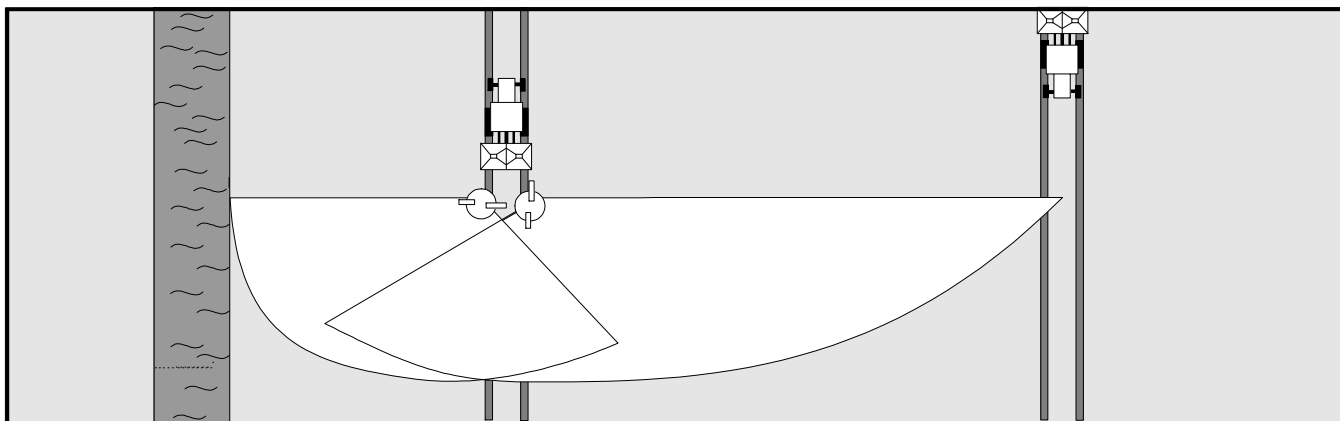

Fig. 7.13
Do nawożenia na granicy pola, zgodnie z obowiązującymi zasadami nawożenia (rys. 7.13), względnie podczas nawożenia przy miedzy (obok swoich pól) (rys.7.14), **wymienia się** lewą tarczę wysiewającą (przy lewostronnym nawożeniu brzegu pola - przypadek normalny), patrząc w kierunku jazdy , **na** odpowiednią tarczę do nawożenia granicznego „Tele - Set”. Do prawostronnego nawożenia granicy pola , dostarczane są specjalne tarcze do nawożenia granicznego. Tarcza „Tele - Set” , tworzy rozrzut nawozu za pomocą stromo opadającej powierzchni nośnej w kierunku brzegu pola. **Nie używana tarcza „Tele - Set”, względnie tarcza normalna „Omnia - Set”, mocowana jest z boku maszyny (rys. 7.15) względnie na uchwycie (7.15/1) pałaka ochronnego.**
7.4.1.1 Obsiewanie strefy granicznej, zgodnie z zasadami nawożenia mineralnego (rys. 7.13).
7.4.2 Ustawienie tarczy granicznej, zgodnie z zasadami nawożenia granicznego (rys. 7.13).